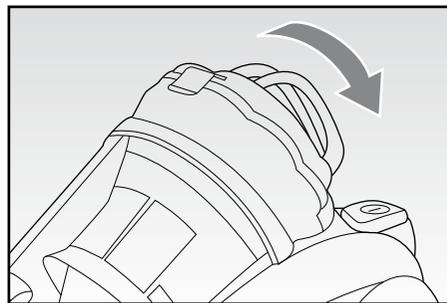

Fig. 11
- Prima di procedere con un nuovo utilizzo, occorre riassemblare il contenitore (A).
- Inserire il filtro all'interno del contenitore (A) e bloccarlo ruotandolo in senso antiorario.
- Reinserrire poi il contenitore della polvere completo (A) sul corpo dell'apparecchio premendolo leggermente fino ad udire lo scatto di avvenuto aggancio (Fig. 11).